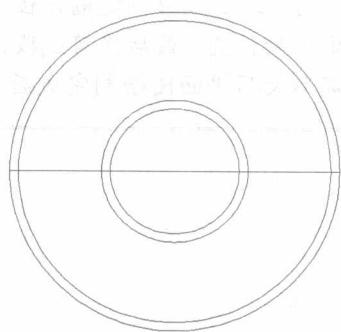

图 2-4 绘制线段
④ 在“常用”选项卡中的“绘图”面板中单击“直线”按钮，在命令行中会出现“指定第一点”提示符，在命令行键入 500,5000，按 Enter 键，命令行中会出现“指定下一点或[放弃(U)]”提示符，在命令行键入 @9000,0，并两次按 Enter 键，在绘图页面会出现如图 2-4 所示的水平线段。